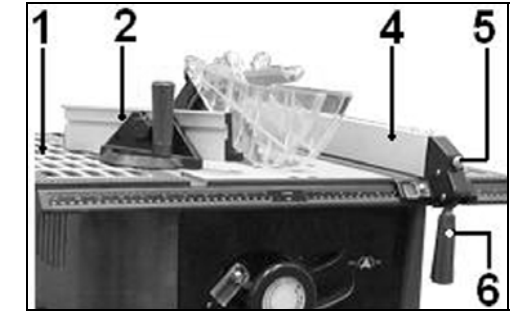

Рис. 6.
8.4. Установка параллельного упора и упора для косоугольного и поперечного пиления (Рис.6)
- 8.4.1. Установите упор для косоугольного и поперечного пиления (2) в паз рабочего стола (1), как показано на Рис. 6.